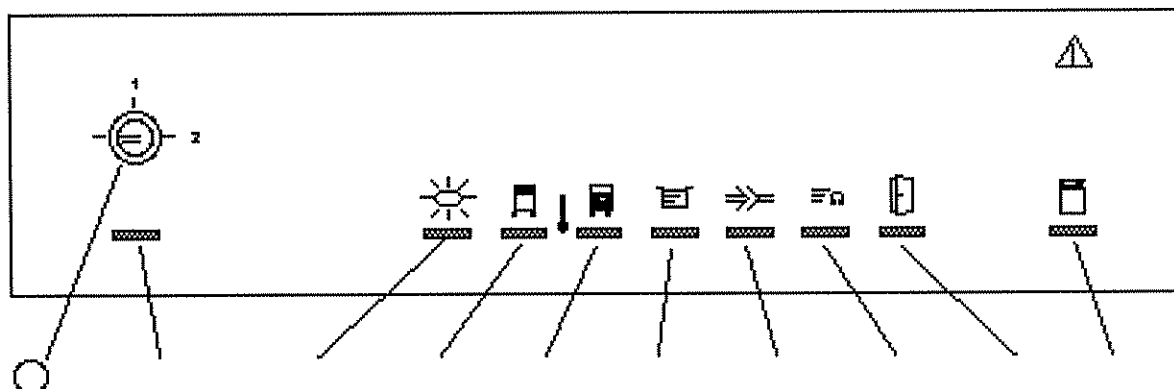

Abb. 5.2: Anzeigen Versorgungsgerät (Erläuterungen s.u.)
- ♦ Den Schlüssel in den Schlüsselschalter am Versorgungsgerät einstecken (vgl. Abb. 5.2). Optional kann bei der getrennten Aufstellung von Laserkopf und Versorgungseinheit der Schlüsselschalter auf der Rückseite des Laserkopfgehäuses angebracht werden. Die Bedienung des Schlüsselschalters ist gleich.